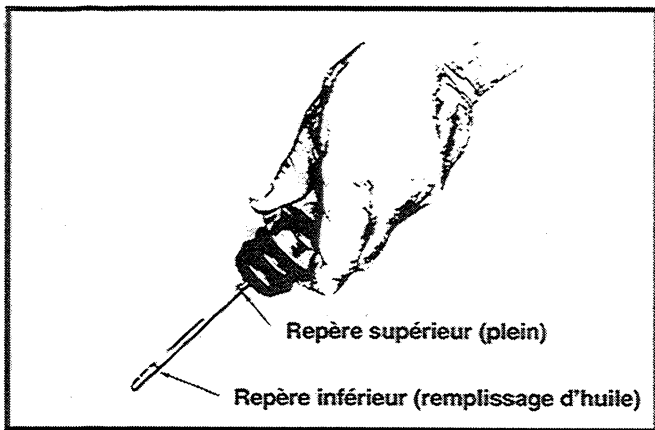

Figure 3-39. Bouchon de remplissage du réservoir d'huile
3. Voir Figure 3-39. Retirez le bouchon du filtre et vérifiez le niveau d'huile chaude sur la jauge qui possède deux niveaux repères. Rajoutez 1 quart (0,946 litre) d'huile HD si le niveau se trouve en du repère inférieur de la jauge.